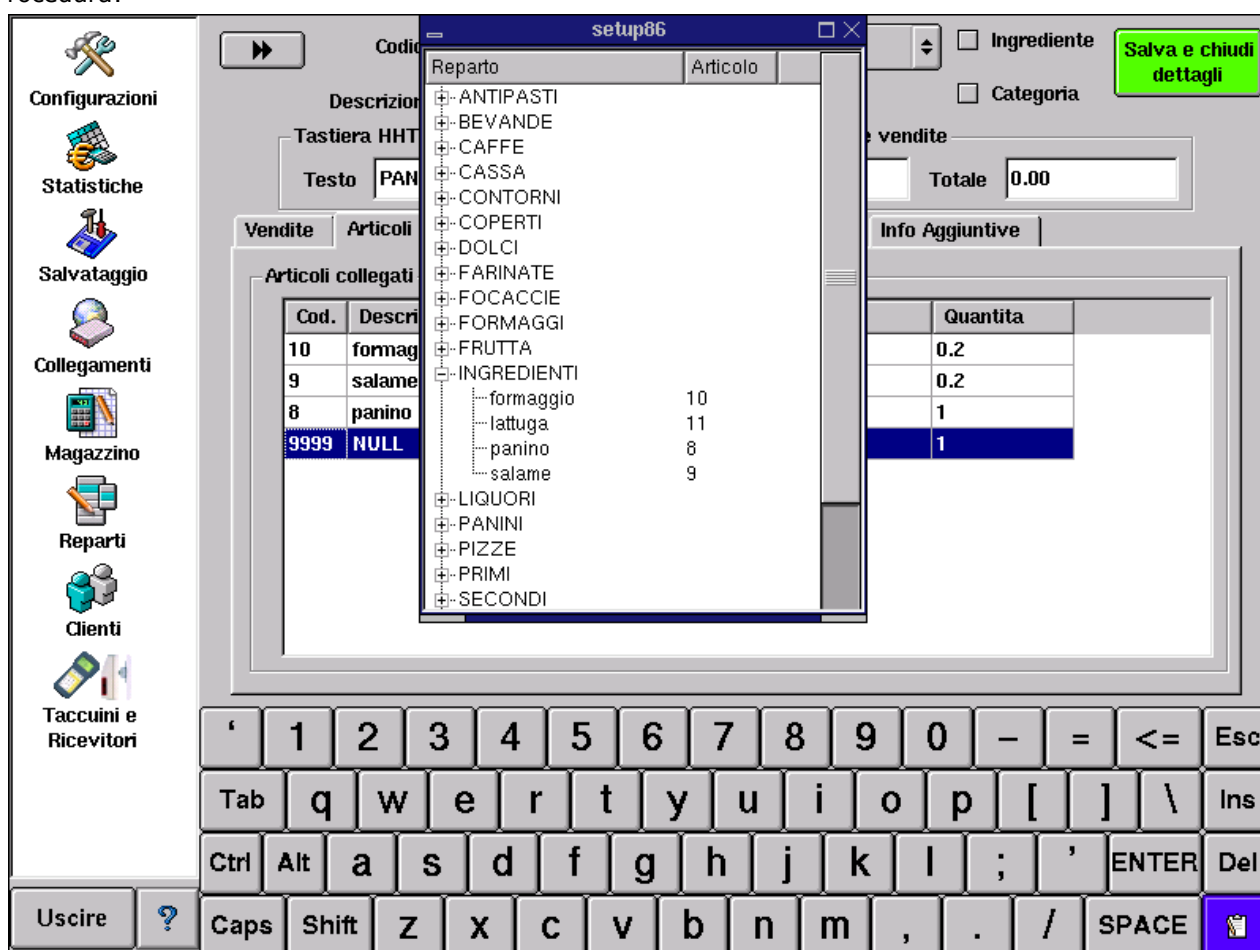

Fig. 4.5.2 Distinta base
4. si apre una finestra con elenco dei reparti, come da Fig. 4.5.2